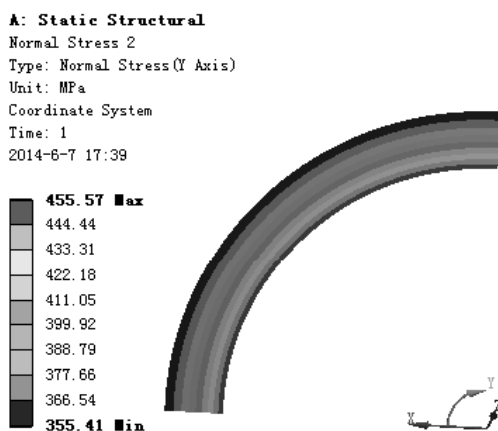

图 7.5.30 切向应力结果图解
(4) 查看切向应力结果图解。在“Outline”窗口中选中 Normal Stress 2，查看图 7.5.30 所示的切向应力结果，其最小切向应力为 355.41 MPa，最大切向应力为 455.57MPa。